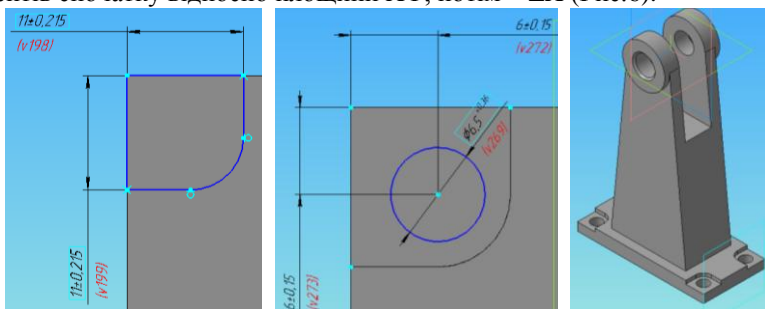

Рис.6 – Побудова в основі кронштейну площадок і отворів під болти
8. Для побудови отворів і площадок під болти в основі деталі виділити верхню площину основи, зробити її *нормально до...* і виконати на ній Ескіз 7 площадки, вирізати видавлюванням на 2мм площадку, на площадці зробити ще Ескіз 8 з отвором діаметром 6,5 мм. Для побудови інших отворів з площадками викликати команду *Массив – Зеркальный массив* для створення елементів спочатку відносно площини XY, потім – ZX (Рис.6).